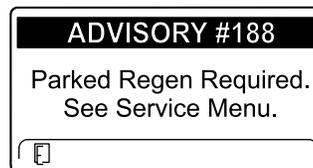

Figura 47
- Richiesta di rigenerazione parcheggiata ADVISORY #188 (Figura 47)